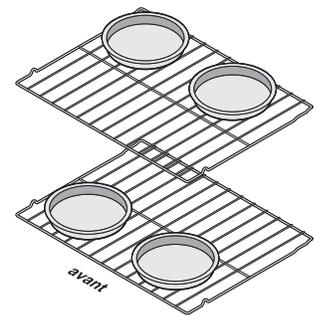

Figure 22 : Espacement des ustensiles de cuisson
- Lorsque vous cuisinez avec deux grilles de four, positionnez l'ustensile de cuisson comme illustré à la figure 22. Laissez un espace d'au moins 5 cm (2 po) entre les ustensiles de cuisson pour permettre à l'air de bien circuler.